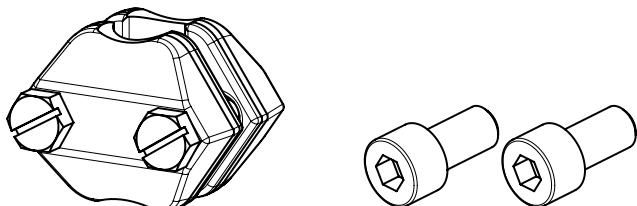

Fig. 13 : Kit de montage V2001
5. Sortir la tige de servomoteur (3) jusqu'à ce qu'elle entre en contact avec la tige de clapet (5).
6. Mettre en place les deux pièces d'accouplement (cf. Fig. 13) du kit de montage V2001 et les visser.